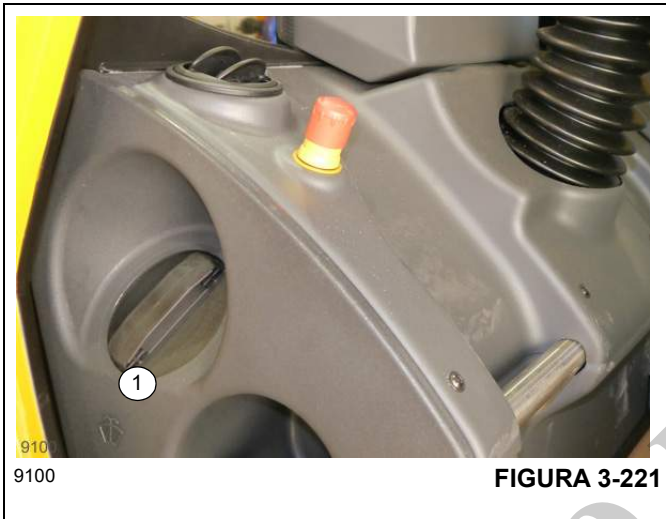

FIGURA 3-221
El depósito de líquido de limpiaparabrisas (1), (Figura 3-221), se encuentra en el lado izquierdo del tablero de instrumentos. Retire la tapa para llenar el depósito.